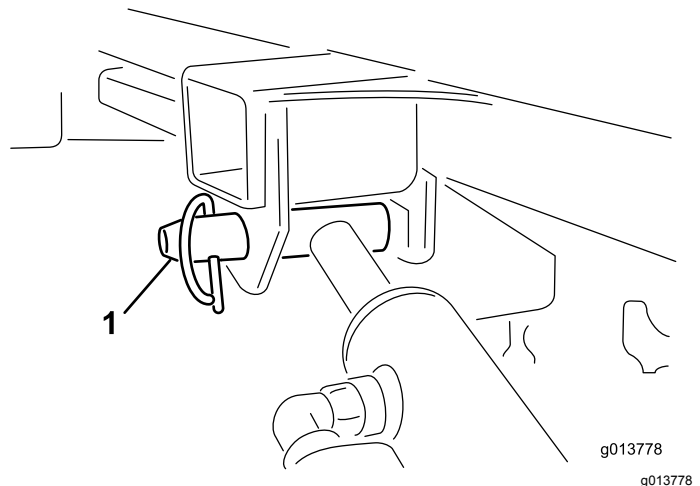

Bild 51
11. Halten Sie den Hubzylinder mit einer Hand fest. Entfernen Sie den Arretierstift des Hubzylinders mit der anderen Hand (Bild 51).